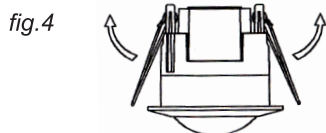

fig. 4
- Abrir los muelles de sujeción (fig. 4)